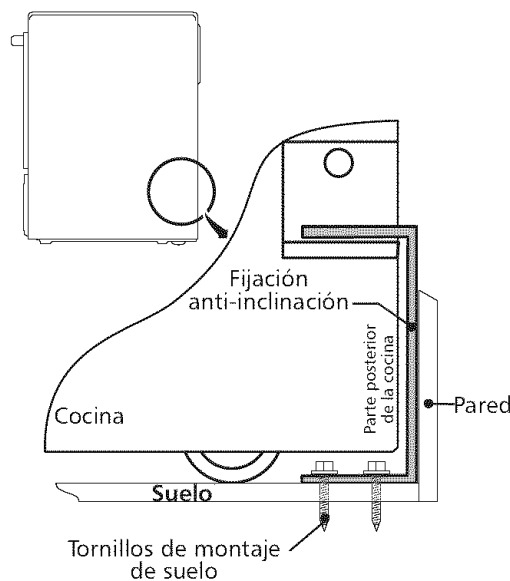

Figura 13
4. Retire el modelo y ubique la abrazadera en el suelo. Alinee los orificios en la abrazadera con las marcas en el suelo y ajuste con los cuatro tornillos provistos. La abrazadera debe quedar fijada al suelo (figura 13) sólido. Si se fija al suelo concreto, primero haga orificios pilotos de un diámetro de 3/16" (0,48 cm), utilizando una barrena para concreto.